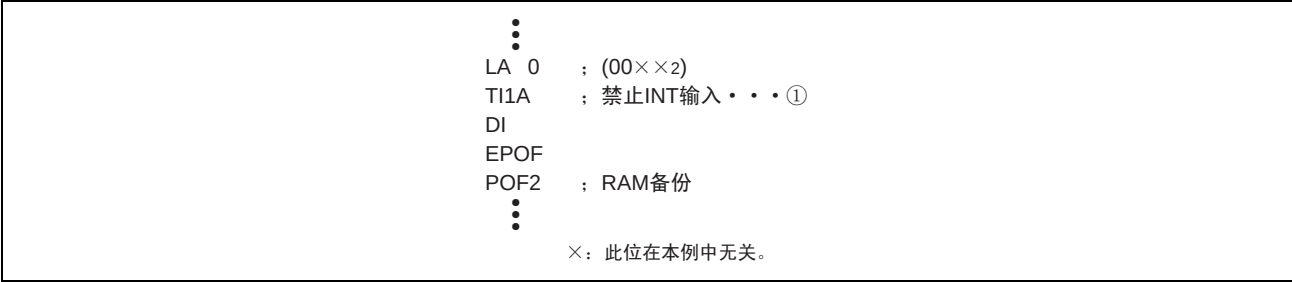

图 DD-7 外部 0 的中断程序例子 2
- 在不使用INT管脚的键唤醒时（寄存器K20=“0”），必须在转移到RAM备份模式前清除寄存器I1的位2和位3（图DD-7①）。